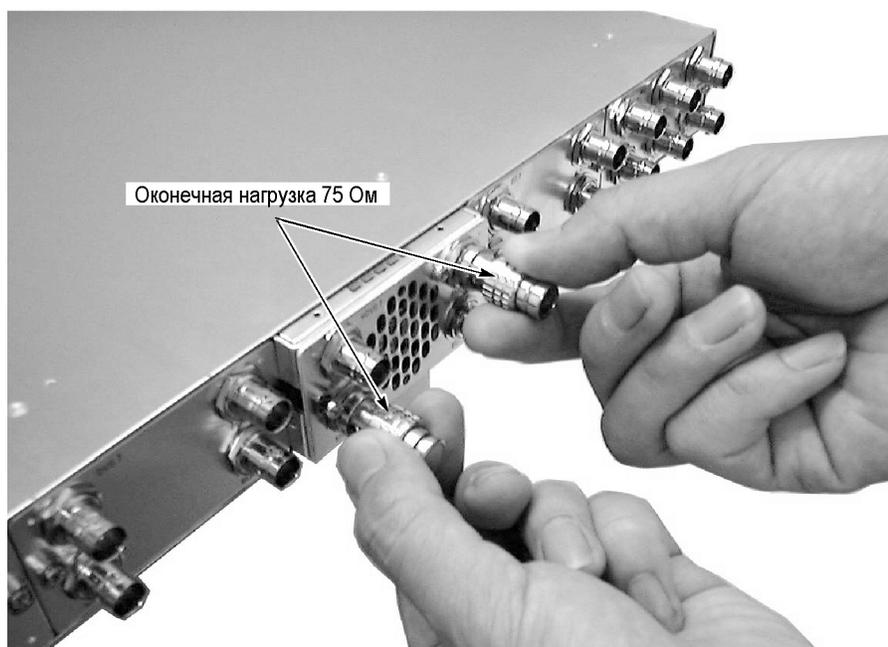

Рис. 6: Извлечение модуля
4. Медленно потяните модуль на себя, при этом поддерживая его за оконечную нагрузку или кабели BNC, прикрепленные к разъемам. (См. рис. 6.)